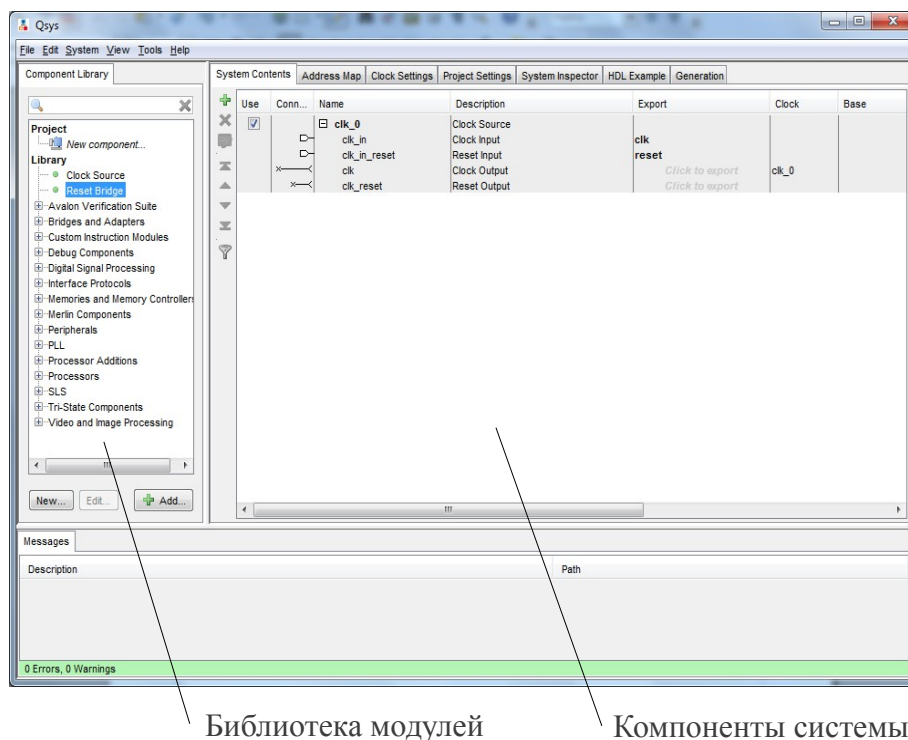

Рисунок 4 — Модуль Qsys.
- 2.2 В разделе «Design Files» выбрать пункт «Qsys System File». Нажать кнопку «Ok». В результате будет создан новый модуль ЧК, содержащий компонент «Clock and Reset Bridge» (Рисунок 4).